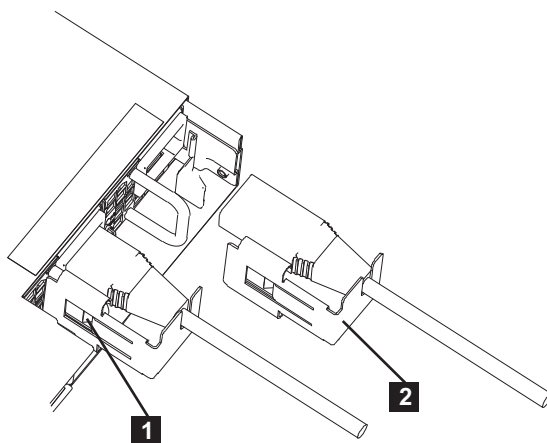

图 33. SAN Volume Controller 2145-CG8 电缆固定支架
如图 33 中所示，电缆固定支架的安装不需要任何工具。
2. 调整电源线上的电缆固定支架，以使其位于电缆左侧，如图 33 中的 **2** 所示。
5. 将电缆和支架推送到位，如图 33 所示。